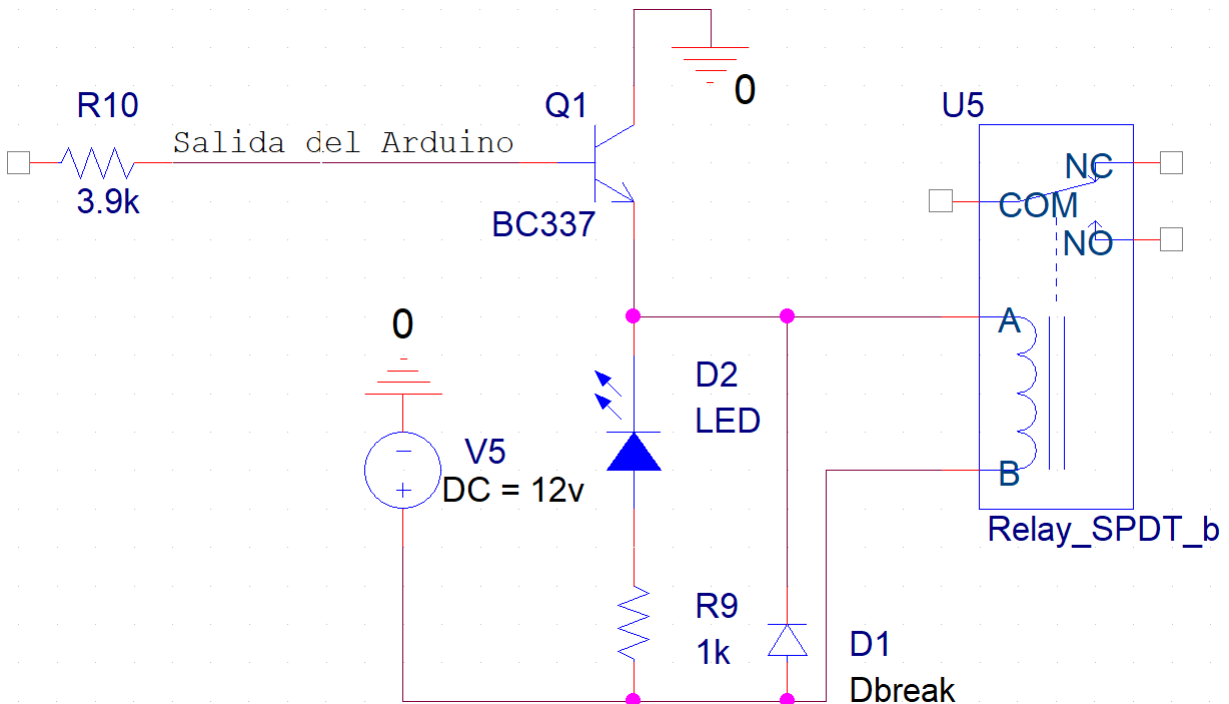

Figura 4: Segunda parte del circuito principal.
- Ya obtenida la resistencia necesaria para el transistor se conecta la otra parte del circuito que consiste en un diodo, un led con una resistencia en serie y el relay como se muestra en la figura 4.